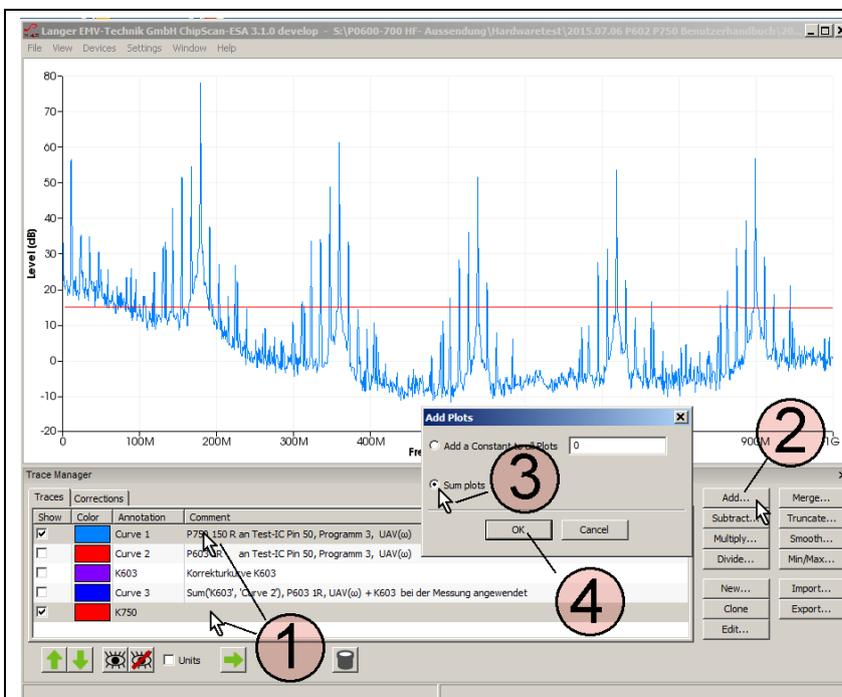

Bild 32: Korrektur nach der Messung: Ausführung der Addition $U_{IC} = U_{AV} + K750$.
Im „Trace Manager“ in der Liste „Traces“ **Bild 32** werden die Kurve „Curve 1“ (U_{AV}) und die Kurve „K750“ mit dem Mauszeiger ① markiert. Die Mathematikoperation Addition „Add...“ ② wird geöffnet und „Sum up all Plots“ aktiviert (**Bild 32** Mauszeiger ③). Mit OK ④ wird die Addition $U_{AV} + K750$ ausgeführt.